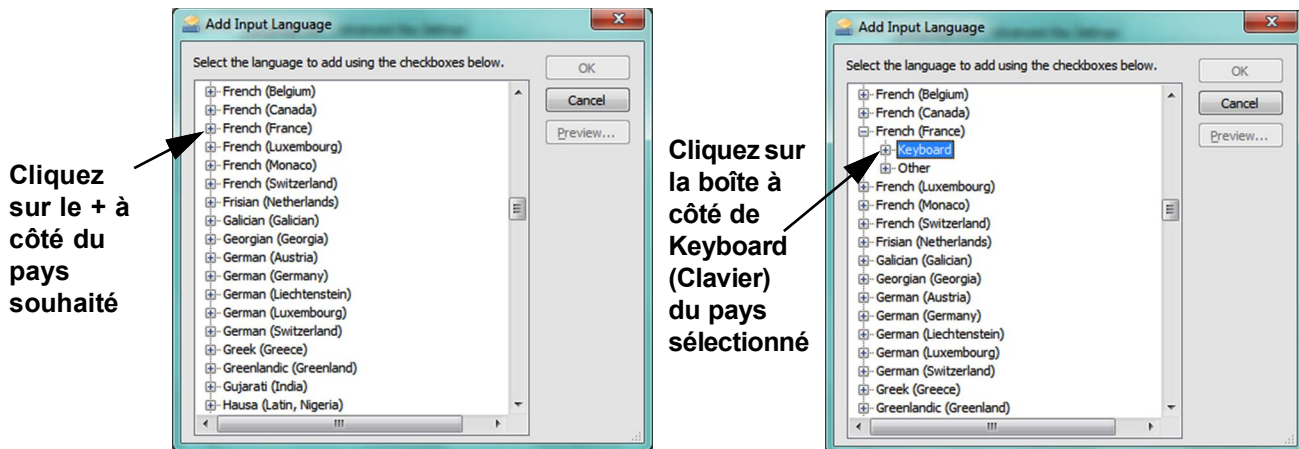
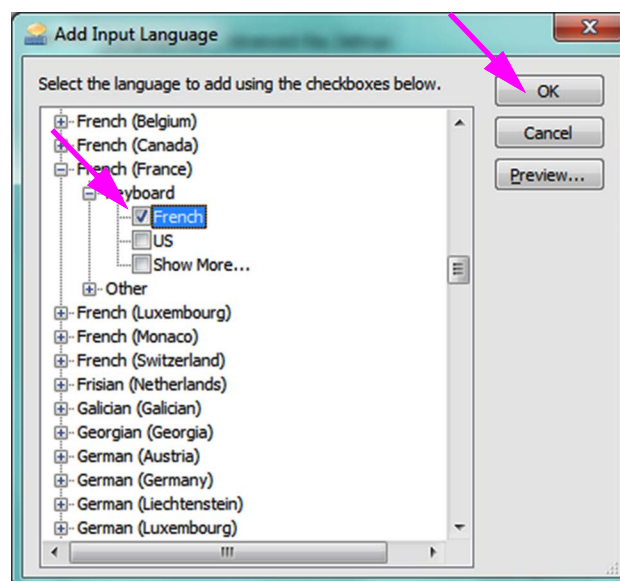

Figure C-9. Écran Add Input Language (Ajouter une langue d'entrée) avec le français sélectionné (exemple)
Figure C-10. Fenêtre Add Input Language (Ajouter une langue d'entrée) avec toutes les entrées
- Dans la fenêtre Add Input Language (Ajouter une langue d'entrée), utilisez le menu déroulant pour sélectionner la combinaison de langue (pays) souhaitée, cliquez sur le **+** se trouvant à côté de la langue (pays) souhaitée, puis cliquez sur le **+** à côté du clavier (cf. Figure C-9).
- Lorsque vous avez sélectionné le nouveau clavier correspondant à la langue sélectionnée dans la Figure C-9, un menu déroulant s'affiche sous le clavier sélectionné (cf. Figure C-10).